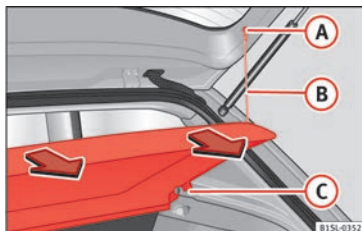

Fig. 137 En el maletero: desmontar y montar la bandeja del maletero.
- Desenganche los tirantes » **fig. 137** **(B)** de los alojamientos **(A)**.